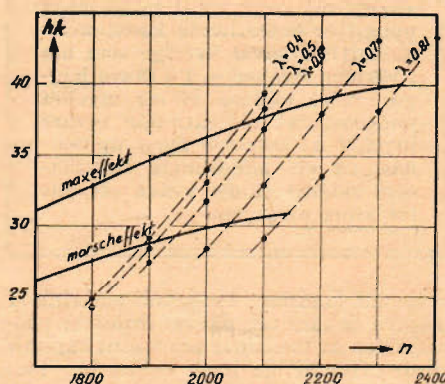

Fig. 17.
På fig. 17 lämnas efter motordata förhandenvarande max- och marscheffekter
kolumn (3) och (6) till olika jämviktstillstånd motsvarande effekt  $N$  och varvtalet  $n$ , som avläses på fig. 17.